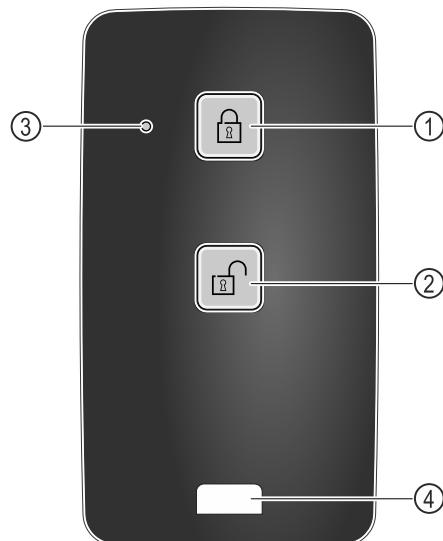

Fig. 219
- Stlačte tlačidlo Fig. 219 (1) na diaľkovom ovládaní.
- Stlačte tlačidlo Fig. 219 (2) na diaľkovom ovládaní.
- LED stavu Fig. 219 (3) vydá po stlačení tlačidla optickú odozvu.
- Oko Fig. 219 (4) na upevnenie diaľkového ovládania, napríklad na zväzku klúčov.